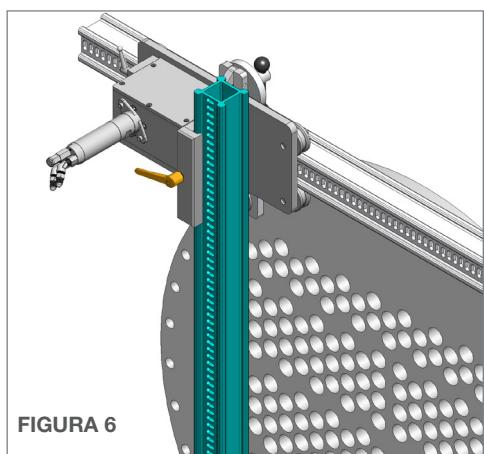

FIGURA 6
6. Solte a **Alavanca de Aperto Longa** localizada na garra de fixação do trilho vertical. Aline o Carro Conduzido com a garra de fixação do trilho vertical, localizada no carro motriz horizontal. Instale o **Trilho Vertical (com os rasgos voltados para fora)**, encaixando-o por entre as garras do carro motriz horizontal e os roletes do carro conduzido. Ajuste a posição do trilho vertical conforme necessário e feche a garra localizada no carro horizontal, apertando a Alavanca de Aperto Longa. (**Figura 6**).